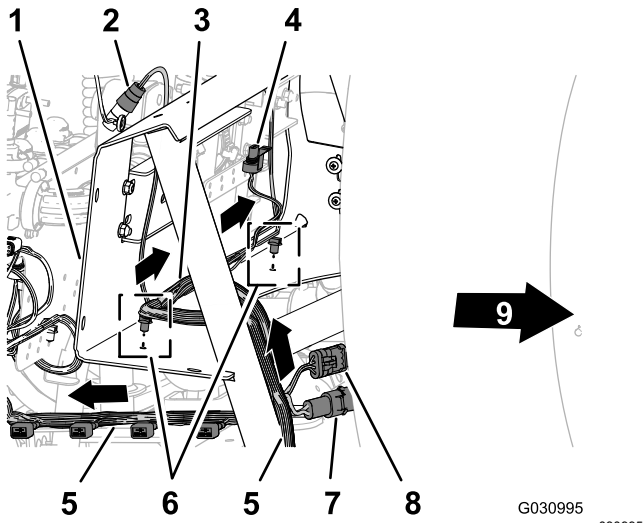

Figure 98
1. Acheminez la branche de 203 cm (80 po) du faisceau à l'intérieur du renfort du support de vanne et vers l'arrière dans la direction du support des 10 vannes, comme montré à la Figure 98.
en travers de l'avant du support de collecteur (Figure 98).
3. Insérez les fixations enfichables de la branche de 81 cm (32 po) dans les trous sur la bride inférieure du support de collecteur (Figure 98).